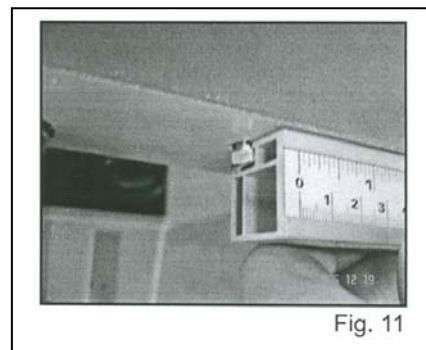

Fig. 11
1. Наверните три гайки М6х20 с запорными и плоскими шайбами (см. рис. 11) сквозь измерительную линейку к рабочему столу.